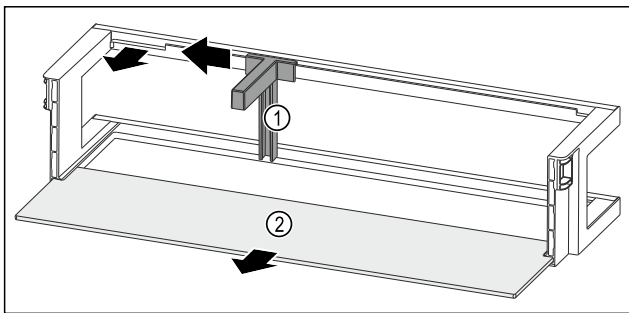

Fig. 93 Türabsteller mit Flaschenhalter und Abstellfläche
- ▶ Flaschenhalter Fig. 93 (1) bis zur Aussparung zur Seite schieben.
- ▶ Flaschenhalter Fig. 93 (1) entnehmen.
- ▶ Abstellfläche Fig. 93 (2) entnehmen.